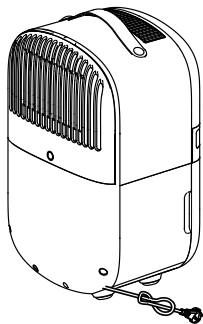

рис. 4
2. Від'єднайте шнур живлення від мережі. Забезпечте вільний доступ до задньої частини пристрою (рис. 4).